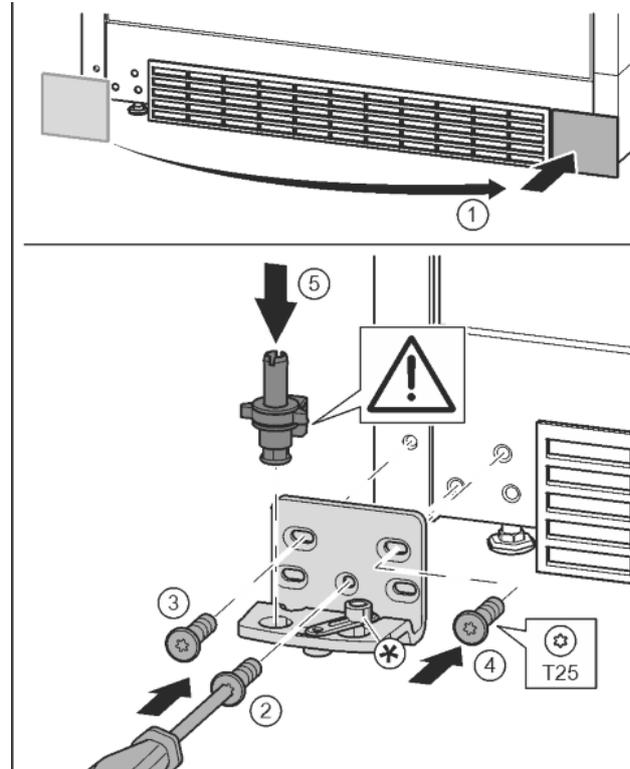

Fig. 13
- ▶ Noņemiet pārsegu un piestipriniet otrajā pusē. Fig. 13 (1)
- ▶ Pielieciet gultņa balstu otrajā pusē un pieskrūvējiet ar skrūvgriezi T25. Sāciet apakšā pa vidu ar skrūvi 2. Fig. 13 (2)
- ▶ Pieskrūvējiet skrūvi 3 un 4. Fig. 13 (3, 4)
- ▶ Pilnīgi ievietojiet gultņa tapu. Uzmaniet, lai aizturu izcilnis būtu vērsts virzienā uz aizmuguri. Fig. 13 (5)